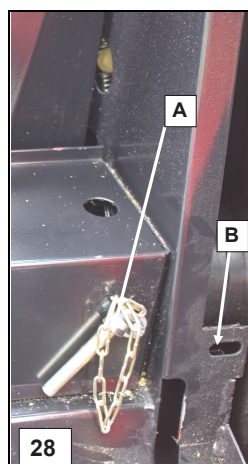

Bild 28. Lossa kapbladet 2/2
3. Placera tappen A i hålet B som indikeras av pilen för att förhindra att bladet roterar, bild 28 och öppna bladmuttern, högergånga, nyckel 36 mm. Muttergånga M 24 x 2.